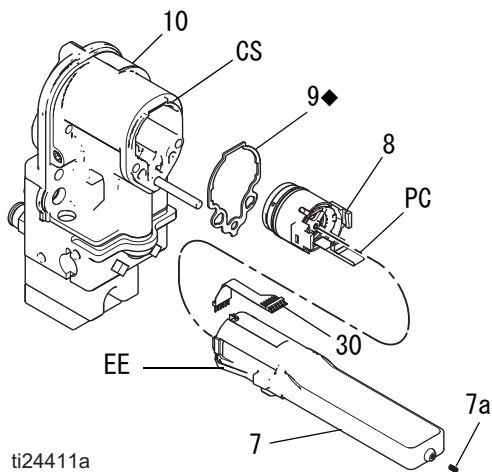

図 37 電源
**メモ：** タービンのベアリングは、2000 時間の動作後に交換してください。部品番号 24N706 ベアリングキットを注文します。キットに含まれる部品には ◆ の記号が付いています。図 37 から図 40 を参照してください。
- 3 線コネクタ (PC) の外側端子間の抵抗を測定します。2.0 ~ 6.0 オームになるはずですが、その範囲外である場合、タービンコイル (8a) を交換します。
- 必要に応じて、ファン (8e) を回して、その羽根がハウジング (8d) の 4 つの軸受タブ (T) に当たらないようにします。